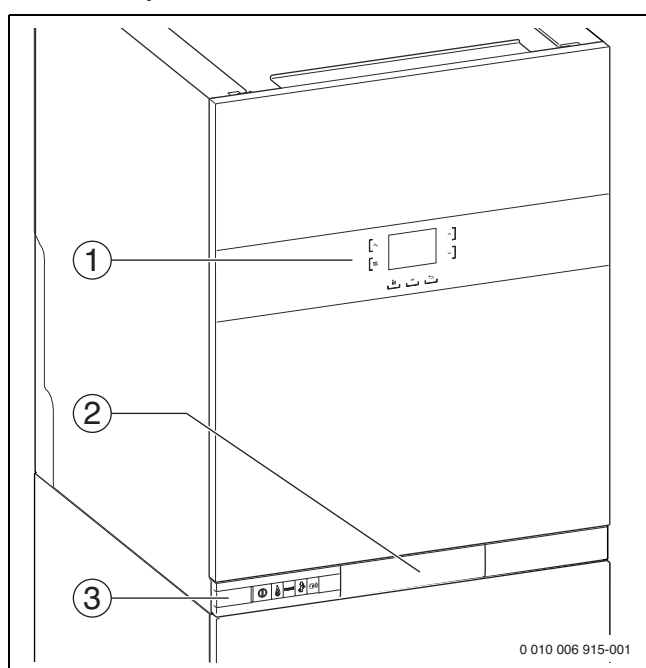

Fig. 190 Aperçu des éléments de commande
- ▶ Démarrer l'appareil avec l'interrupteur marche/arrêt (→ fig. 190).